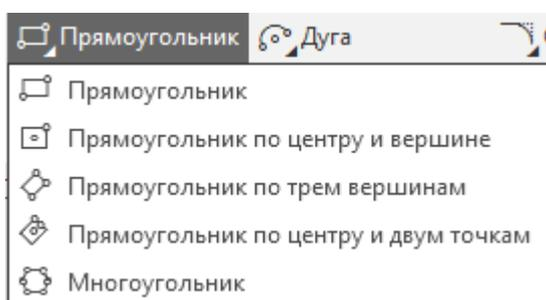

Рисунок 3.3 – Разделы прямоугольника
- **Прямоугольник.** Прямоугольник можно создавать несколькими способами: по 2м противоположным вершинам; по центру и вершине; по трем вершинам; по центру и двум точкам (отличие от прямоугольника по 3м точкам в том, что задается центр, потом средняя точка стороны, затем одна из вершин) и создание функция создания многоугольника находится в разделах прямоугольника (рисунок 3.3).